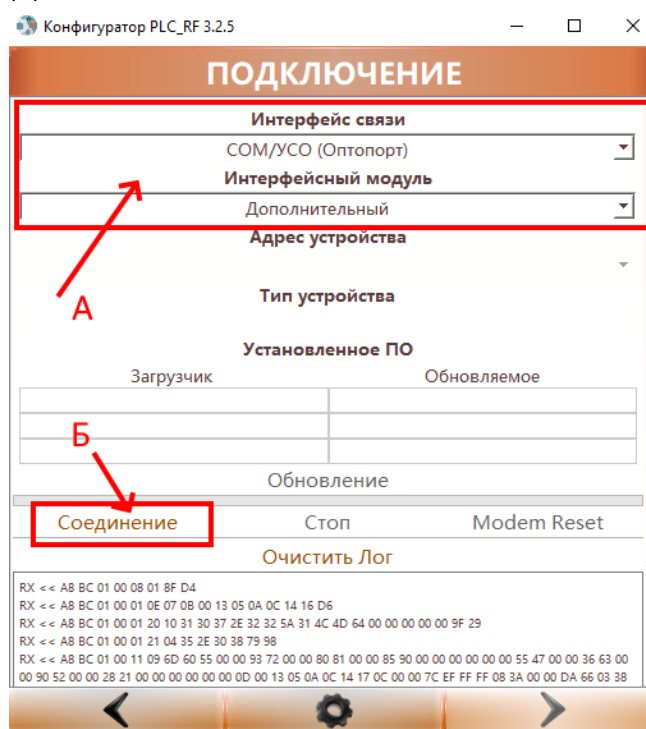

Рис.2
3. На следующей вкладке выбрать в выпадающих меню параметры, как указано на рис.2 (А) и нажать кнопку «Соединение» (Б)